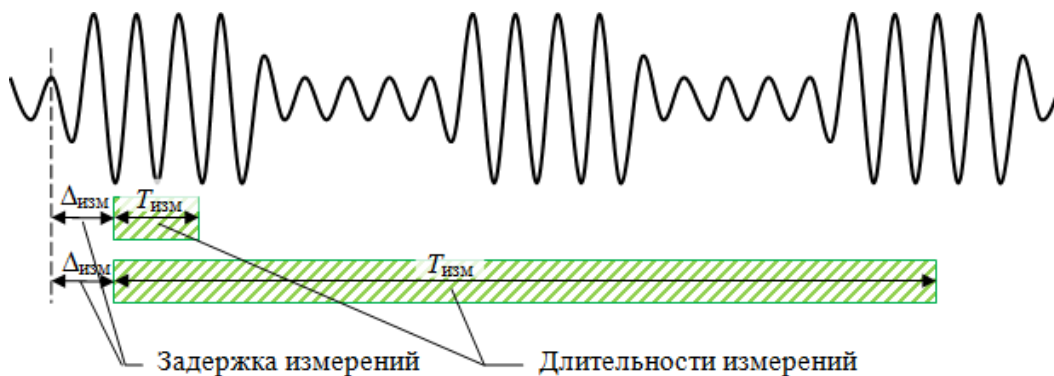

Рисунок 5.50 – Измерение в «импульсном» режиме
- «импульсный» режим (здесь и далее название данного режима взято в кавычки для отличия от импульсного режима измерений в целом) измерения  $S$ -параметров за серию импульсов или в пределах одного импульса в зависимости от длительности радиоимпульса и времени измерения (рисунок 5.50);